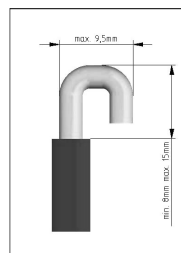

Figura 16
**Nota:** para cables con sección inferior a 16 mm2 el cable debe ser doblado de acuerdo con la Figura 16.